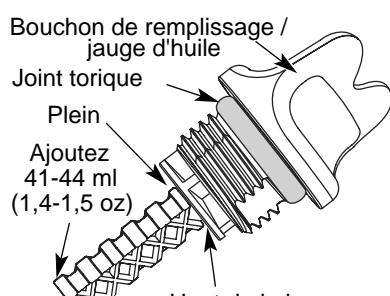

Fig. 23
5. Retirez le bouchon de remplissage / jauge d'huile et vérifiez le niveau d'huile. L'huile devrait atteindre le haut de la jauge (Fig. 23).